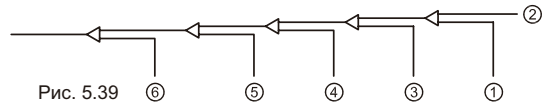

Рис. 5.39
- Точно так же продуйте другие отверстия, двигаясь последовательно от внутреннего блока А к наружным блокам. См. Рисунок 5.39